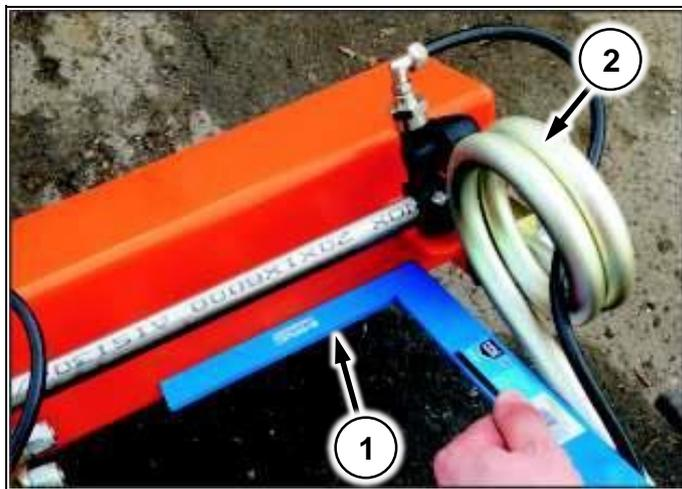

Рис. 165
2. Поднесите угольник (Рис. 165/1) к плоскости консоли
3. Поверните пружину в замке (Рис. 165/2) так, чтобы она стала параллельна угольнику.